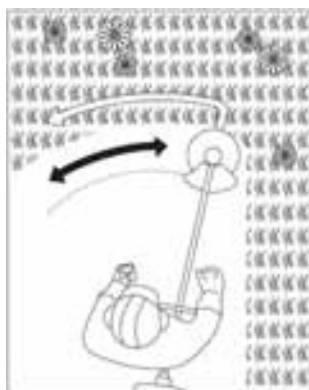

Fig. 1
- Suivez une cadence de travail. Restez toujours d'aplomb, avec les pieds bien écartés. Passez la tondeuse de droite à gauche de manière à ce que les débris puissent être éjectés hors de la zone de travail (Fig. 1).